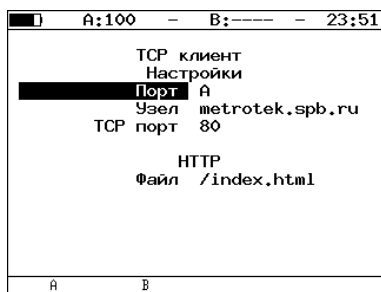

Рис. 7.77. Настройки теста «ТСР-клиент»
1. В окне настроек теста в поле «Файл» (см. рис. 7.77) указать имя запрашиваемого файла.